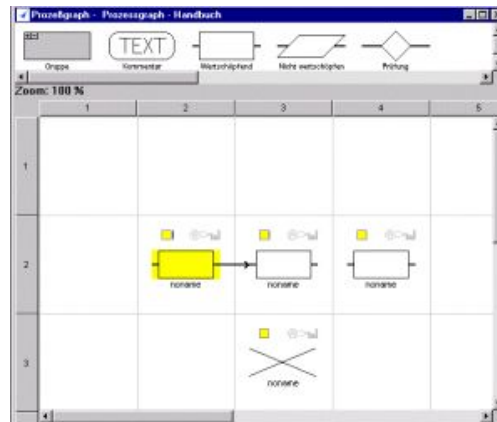

Abbildung 22: Prozesse verknüpfen
- ➌ Ziehen Sie danach mit gedrückter linker Maustaste auf das zweite Prozesssymbol. Lassen Sie danach die Maustaste los. Die Verknüpfung zwischen den beiden Prozessen wurde hergestellt. Siehe auch: Abbildung 22.